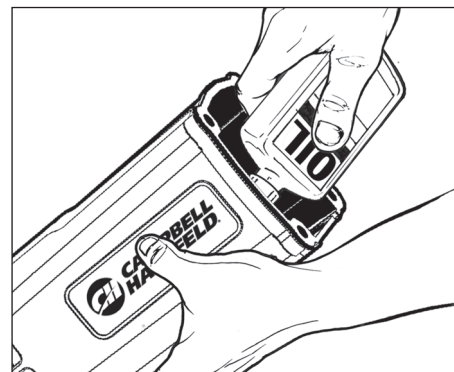

Figure 13
4. Incliner l'assemblage du moteur vers le haut, puis verser 4 ou 5 gouttes d'huile dans le cylindre du moteur. Faire pivoter l'assemblage du moteur pendant que vous ajoutez 5 ou 6 gouttes d'huile sur la lèvre inférieure de la chambre de combustion (voir la figure 13). S'assurer que l'huile est distribuée uniformément autour du cylindre d'entraînement et de la lèvre.